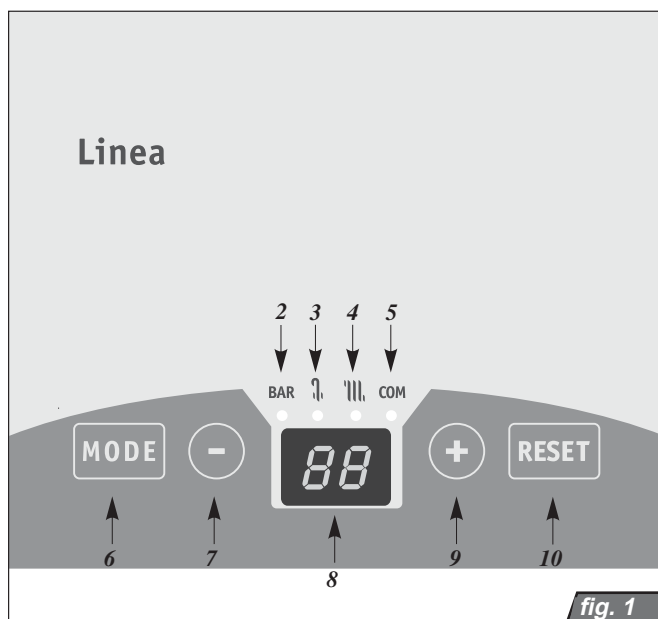

fig. 1
L'interruttore principale (Fig. 1, Pos. 1) serve per inserire e disinserire la caldaia. L'interruttore principale si trova sul lato inferiore della caldaia, al centro del pannello di controllo.
Sul pannello di controllo sono previsti i seguenti elementi di controllo (Fig.1):
Disinserire la caldaia con l'interruttore principale (Fig. 1), quindi premere il pulsante (-) e reinserire la caldaia con l'interruttore principale.
In caso di mancanza fiamma, vale a dire di interruzione dell'alimentazione gas alla caldaia, compare il codice di errore F1. Controllare la valvola gas sotto la caldaia e riavviare la caldaia premendo il pulsante RESET (Pos. 10 nella Fig. 1). In caso di ripetizione dell'anomalia, rivolgersi al Servizio di Assistenza.
Portare l'interruttore principale (Fig. 1) sulla posizione ON (I). Il display si accende.
Portare l'interruttore principale (Fig. 1) sulla posizione OFF (0).